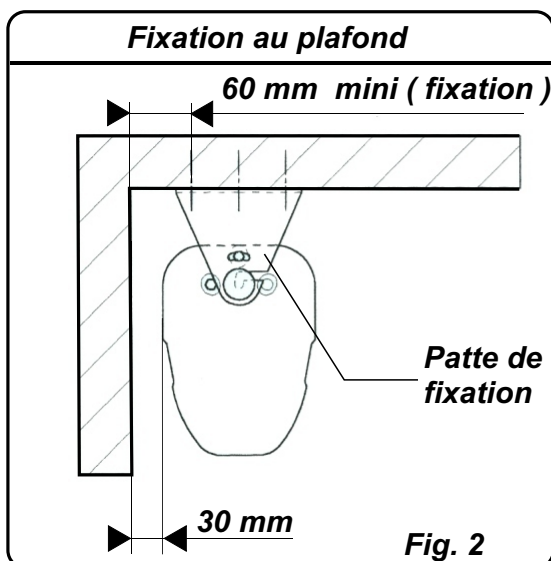

Fig. 2
- Percer les trous de fixation suivant les positions indiquées par le gabarit ainsi que la cote minimum à respecter (Fig. 2 et Fig. 3).